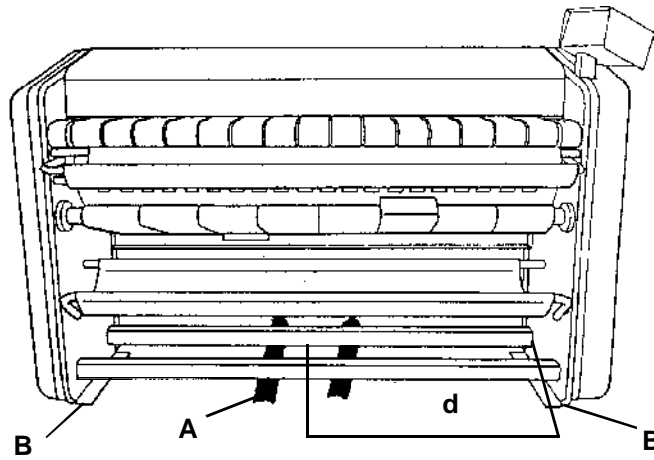

fig. 2
- * A lift truck (**fig. 2/A**) (refer to caution at the beginning of this section) taking into account the centre of gravity position (**cdg**) indicated by **d** distance on **fig. 2** and the weight (refer to charts).
- * Una carretilla elevadora (**fig. 2/A**) (ver atención al inicio del apartado) teniendo presente la posición del centro de gravedad (**cdg**) indicada por la distancia **d** de la **fig. 2** y el peso (ver tablas).
- * Un chariot élévateur (**fig. 2/A**) (voir attention au début de cette section) prenant en compte la position du centre de gravité (**cdg**) indiqué par la distance **d** de la **fig. 2** et le poids (voir tableaux).
* Rotatory plates (**fig. 2/B**) (refer to caution at the beginning of this section) under the bases (be sure the bases do not slide).
* Tanquetas (**fig. 2/B**) (ver atención al inicio del apartado) colocadas bajo las bancadas (asegurarse de que las bancadas no deslicen).
* Plateaux roulants (**fig. 2/B**) (voir attention au début de cette section) placés sous les bâtis (s'assurer que les bâtis ne glissent pas).